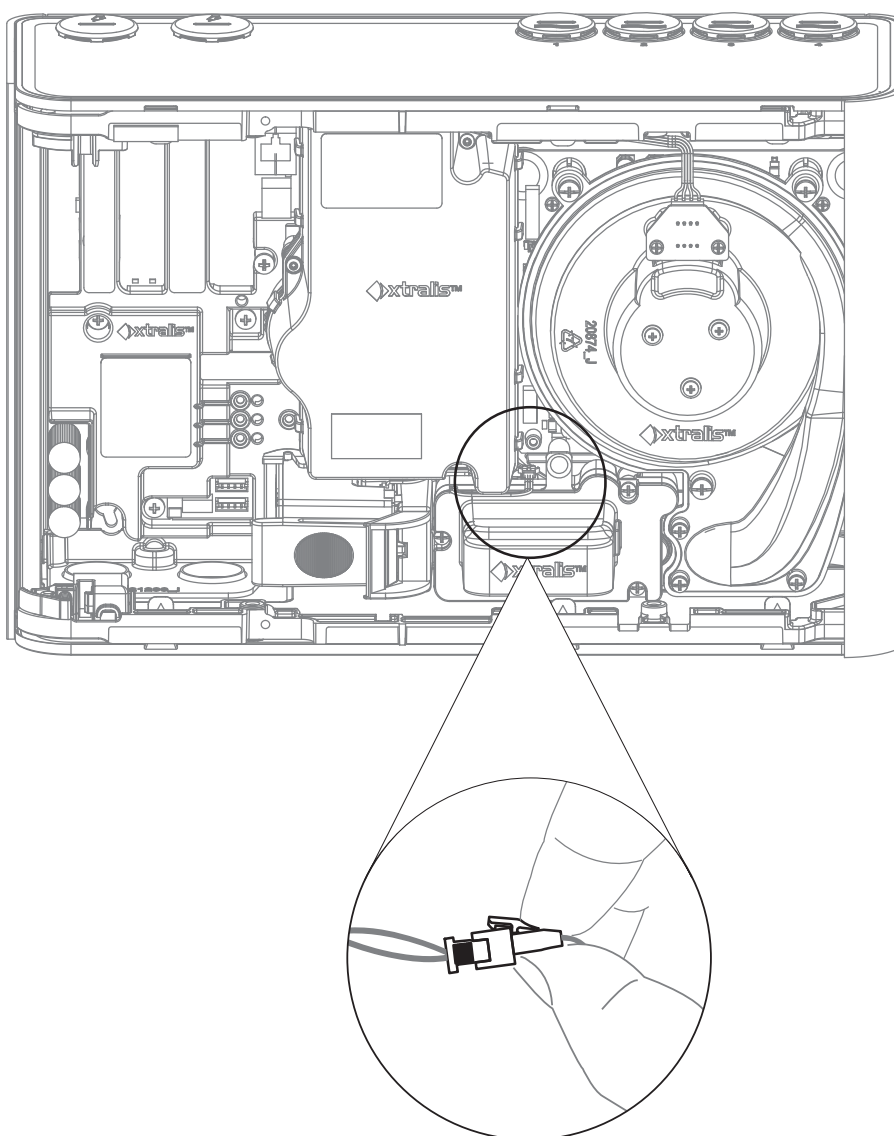

Figure 7-21: Libérer le câble de module de prélèvement
3. Appuyez sur le levier du connecteur pour libérer l'attache (Figure 7-21).